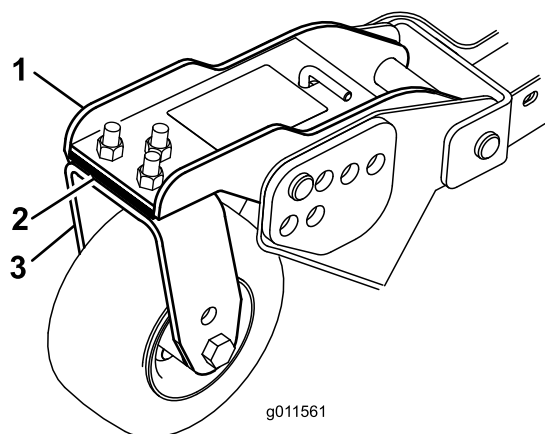

Figura 31
Girate la lama su ciascun fusello fino a disporla in parallelo con la lunghezza della macchina. Misurate dal suolo alla punta anteriore del tagliente. Regolate gli spessori di 3 mm sulla forcella (o forcelle) della ruota orientabile anteriore, finché l'altezza di taglio non corrisponde al valore riportato sull'adesivo (Figura 31). Unicamente per il fusello della lama esterna fate riferimento alla procedura in Regolazione del passo dell'apparato di taglio.
3. Se il bordo interno dell'apparato di taglio laterale è troppo alto rispetto al bordo esterno dell'apparato di taglio anteriore, togliete uno spessore di 3 mm dalla base del braccio della ruota orientabile anteriore interna dell'apparato di taglio laterale (Figura 31). Controllate di nuovo la misura tra i bordi esterni di entrambi gli apparati di taglio ed il bordo interno dell'apparato di taglio laterale rispetto al bordo esterno dell'apparato anteriore.